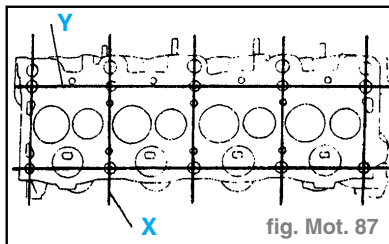

fig. Mot. 87
- Mesurer la distorsion de la culasse dans les sept directions comme indiqué. (fig. Mot. 87)